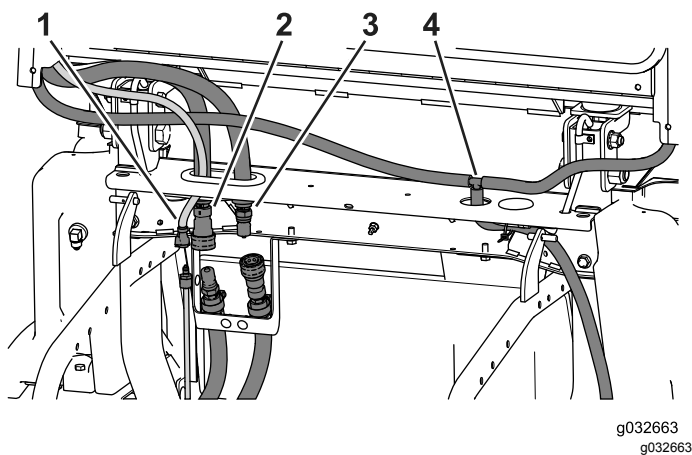

図 109
1. ウォッシャ液チューブ、ヒーター用給液ホースと戻りホースの接続を外す **図 109**。
2. ドレンチューブを機体に固定しているケーブルタイをすべて切断する 図 109。